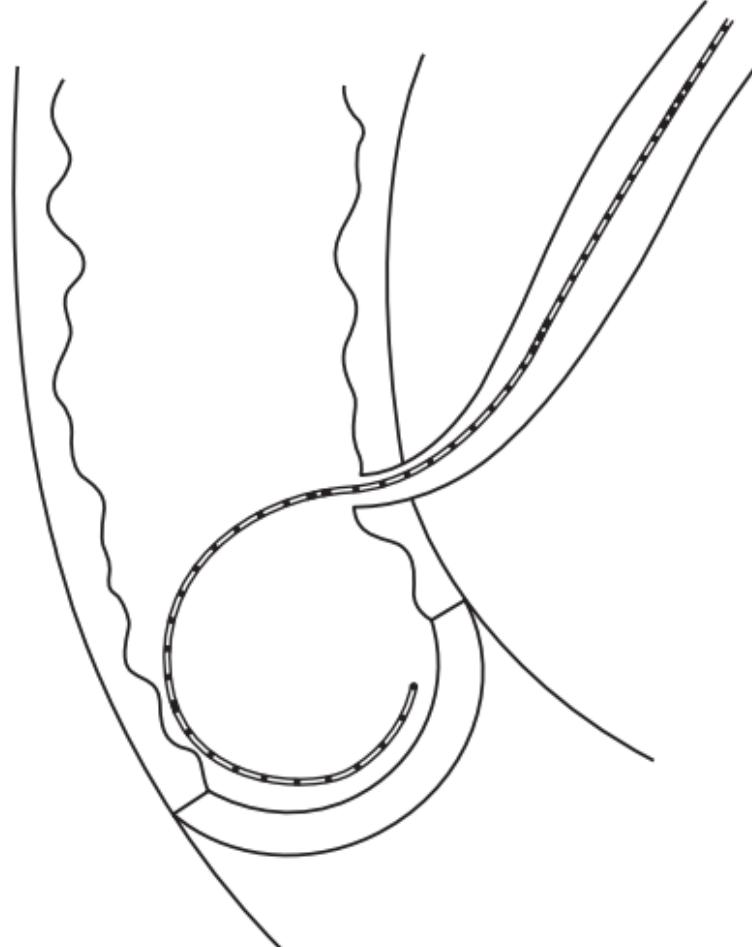

Fig. 2
5. Environ 15 à 20 cm du guide flexible doivent s'enrouler dans le duodénum afin d'éviter tout retrait accidentel du guide, dont la position doit être confirmée sous radioscopie. (Fig. 2)